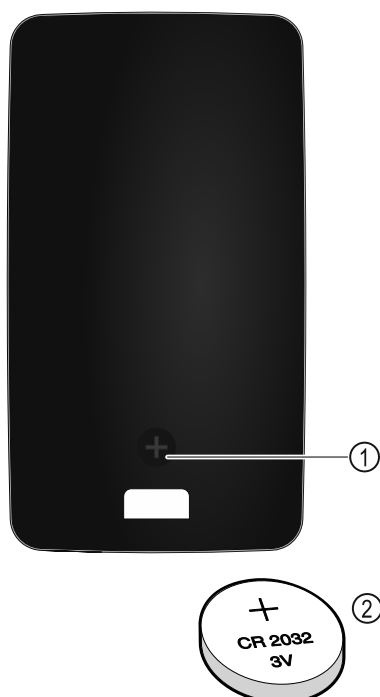

Fig. 151
Die Stromversorgung der Fernsteuerung erfolgt über eine Batterie des Typs CR 2032 mit 3V Fig. 151 (2), welche im Fachhandel erhältlich ist.
- Schraube Fig. 151 (1) auf Rückseite der Fernbedienung herausdrehen.